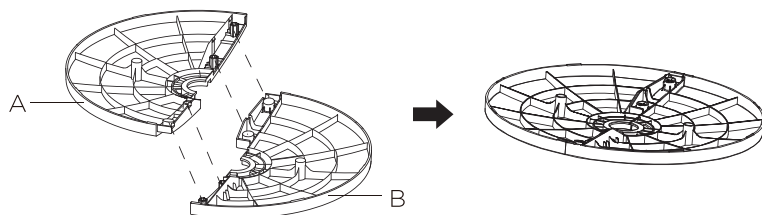

Fig. 1
1. Retirez les deux pièces de la base de la boîte d'emballage. Insérez les deux poteaux de la partie A dans les deux trous de la partie B, et insérez les deux poteaux de la partie B dans les deux trous de la partie A pour assembler la base comme illustré à la Fig. 1